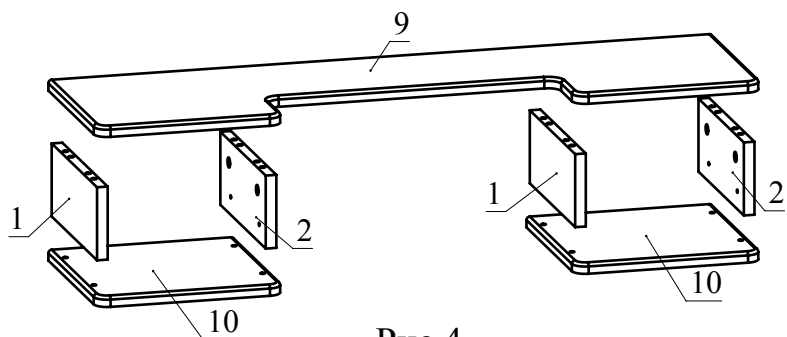

Рис.4
3. Соединить при помощи конфирматов детали 1, 2 с деталями 10 (Рис. 4).
4. Установить деталь 9 на детали 1, 2 и зафиксировать, повернув конфирматным ключом головки минификсов по часовой стрелке до упора (Рис. 4).